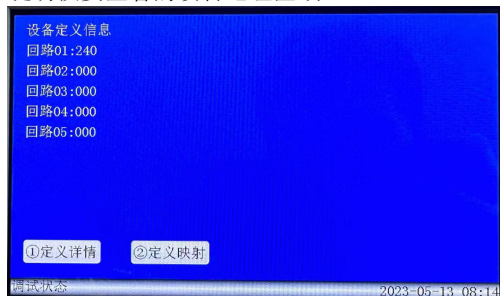

图 4-6 设备定义信息
显示本机的设备定义信息，显示如图 4-6 设备定义信息。在按下①定义详情后，显示各回路设备区、栋、层、地址、设备类型定义信息，可通过左右键切换要查看的回路，可通过上下键切换要查看同一回路下不同地址设备，可通过上翻 F1 键和下翻 F2 键切换要查看同一回路不同设备的页数。在按下②定义映射后，显示各回路设备是否定义，是否屏蔽信息，不同状态会显示不同颜色，可通过左右键切换要查看的回路，可通过 1/2/3/4 键切换要查看的设备地址区域。